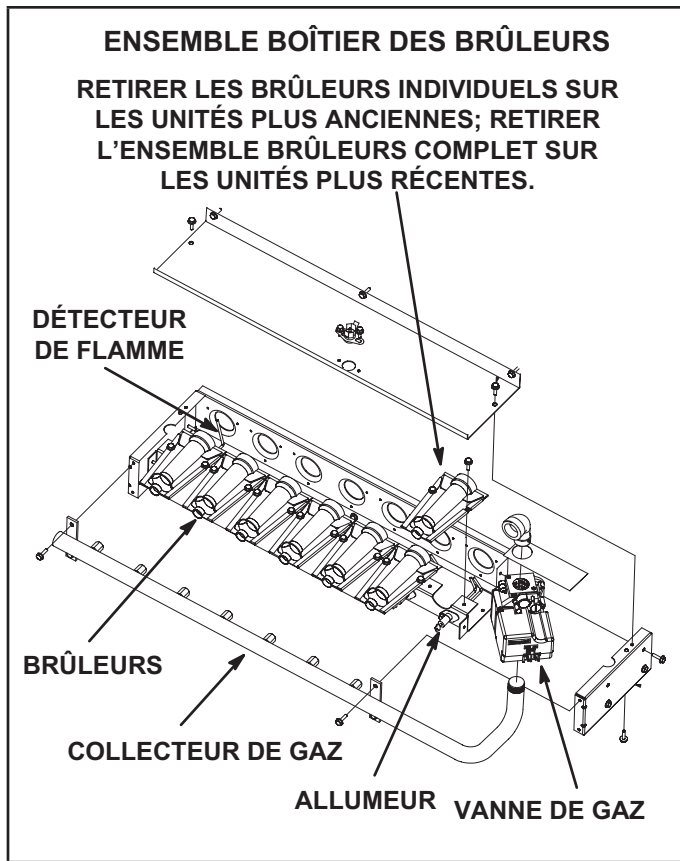

FIGURE 31
- 4 - Retirer les vis maintenant les brûleurs sur le support de brûleurs et soulever chaque brûleur séparément ou l'ensemble brûleurs complet des orifices. Voir FIGURE 31. Les nettoyer au besoin.
- 6 - Remettre les brûleurs et les vis maintenant les brûleurs. Voir FIGURE 31.